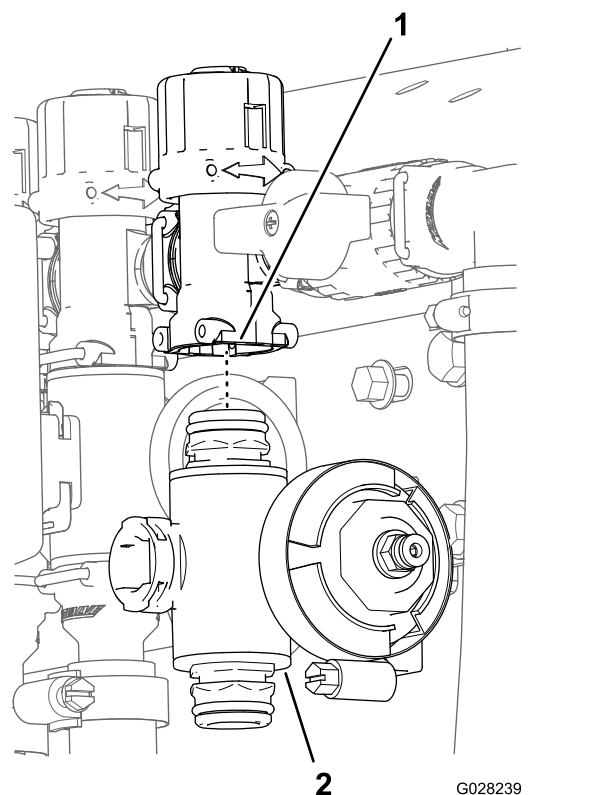

Figura 118
3. Per le valvole di sezione della barra sinistra o destra, rimuovete i bulloni a testa flangiata e i dadi di bloccaggio flangiati che fissano la valvola (o le valvole) di sezione al supporto della valvola e rimuovete il collettore (o i collettori) della valvola dalla macchina; per la valvola di sezione centrale, rimuovete il collettore della valvola di sezione dalla macchina (Figura 118).